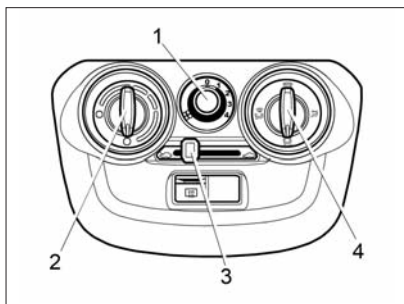
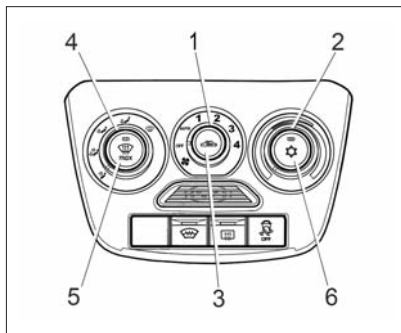

Рис. 41. Блок управления системой вентиляции и отопления
Рис. 43. Блок управления климатической системой (в вариантном исполнении)
Отопительно-вентиляционная установка автомобиля предназначена для создания в салоне комфортной температуры воздуха, значение которой регулируется блоком управления системой вентиляции и отопления (рис. 41). Однако она не может обеспечить в салоне температуру ниже, чем имеет наружный воздух.
– **рукоятку 2** (см. рис. 41) повернуть по часовой стрелке в крайнее правое положение до упора (синяя точка на блоке управления), а **в вариантном исполнении (см. рис. 43)** повернуть против часовой стрелки в крайнее левое положение синей зоны;
– **рукоятку 1** (см. рис. 41) переключателя режимов работы элект-
- **рукоятку 2** (см. рис. 41) повернуть против часовой стрелки в крайнее левое положение до упора (красная точка на блоке управления), а **в вариантном исполнении (см. рис. 43)** повернуть по часовой стрелке в крайнее правое положение красной зоны;
- **рукоятку 1** (см. рис. 41) переключателя режимов работы вентилятора поставить на скорость в зависимости от степени запотевания стекол.
- **рукоятку 4** (см. рис. 41) установить в положение ;
- **рукоятку 1** (см. рис. 41) переключателя режимов работы вентилятора отопителя поставить на максимальную скорость подачи воздуха в салон.
- **рукоятку 2** (см. рис. 41) повернуть против часовой стрелки в крайнее левое положение до упора (красная точка на блоке управления), а **в вариантном исполнении (см. рис. 43)** по часовой стрелке в крайнее правое положение красной зоны;
исполнении (см. рис. 43) режим рециркуляции включается и выключается кнопкой 3.
После мойки автомобиля в холодное время года при температуре окружающего воздуха ниже 0°C рекомендуется включать вентилятор системы вентиляции и отопления салона переключателем 1 (см. рис. 41 и 43) на 3-4 скорость на время около 2-3 минут.
В вариантном исполнении автомобиль комплектуется климатической установкой (рис. 43). Кли-
Несмотря на то, что внешний вид и расположение органов управления климатической установкой отличаются от органов управления системой вентиляции и отопления (см. рис. 41), логика и алгоритмы управления, описанные выше для системы вентиляции и отопления, верны и для климатической установки. Кроме того, климатическая система позволяет обеспечивать охлаждение воздуха, подаваемого в салон автомобиля, автоматический режим поддержания заданной температуры воздуха в салоне и автоматический режим очистки ветрового стекла.
2. Включите вентилятор, установив **рукоятку 1** (рис. 43) в одно из положений «1», «2», «3», «4» или «AUTO».
4. Включите максимальную скорость вентилятора климатической установки, установив **рукоятку 1** (см. рис. 43) в положение «4».
С помощью **рукоятки 2** (см. рис. 43) можно установить желаемую температуру воздуха в салоне. Климатическая система будет автоматически поддерживать установленную температуру воздуха в салоне в пределах производительности климатической установки и установленного допуска. Для наиболее эффективной работы в автоматическом режиме поддержания заданной температуры **рукоятка 1** управления вентилятором климатической системы должна быть включена в положение «АUTO» (для автоматического управления скоростью подачи воздуха).
При повторном нажатии **кнопки 5** (см. рис. 43) с символом  автоматический режим очистки ветрового стекла выключится и климатическая система вернется в исходное состояние.